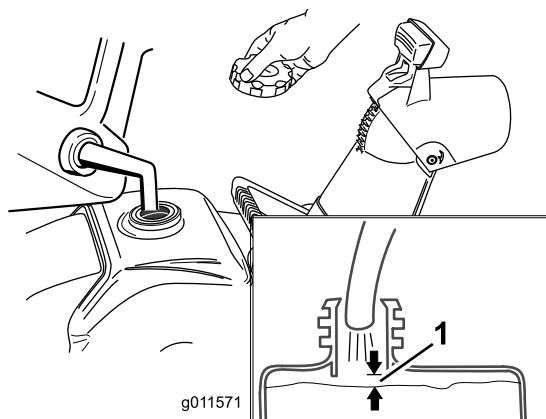

Figure 12
1. Ne remplissez par le réservoir de carburant excessivement (voir Figure 12) et vissez solidement le bouchon du réservoir.